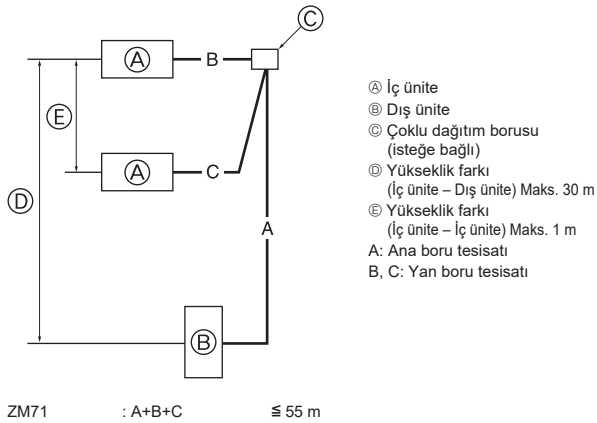

Fig. 4-7
4.8. Çiftli/üçlü kombinasyon için (Fig. 4-7)